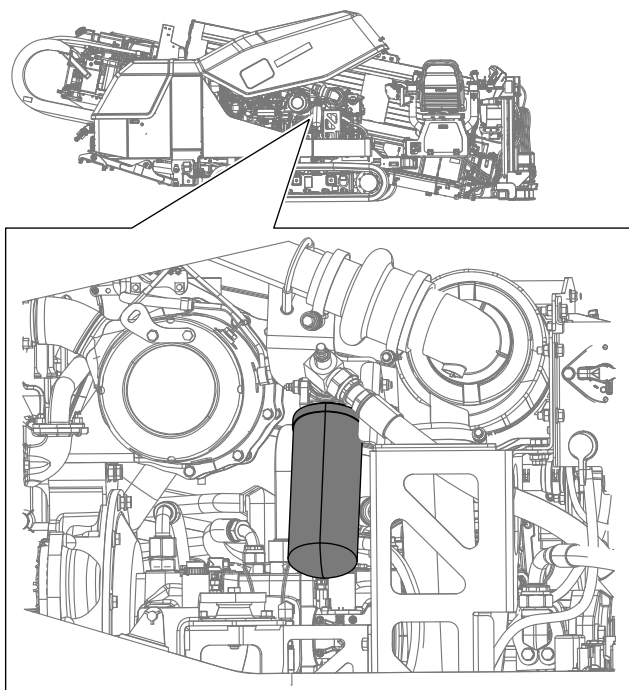

Рисунок 114
4. Снимите фильтр линии нагнетания гидросистемы с помощью ключа для фильтров (Рисунок 114).